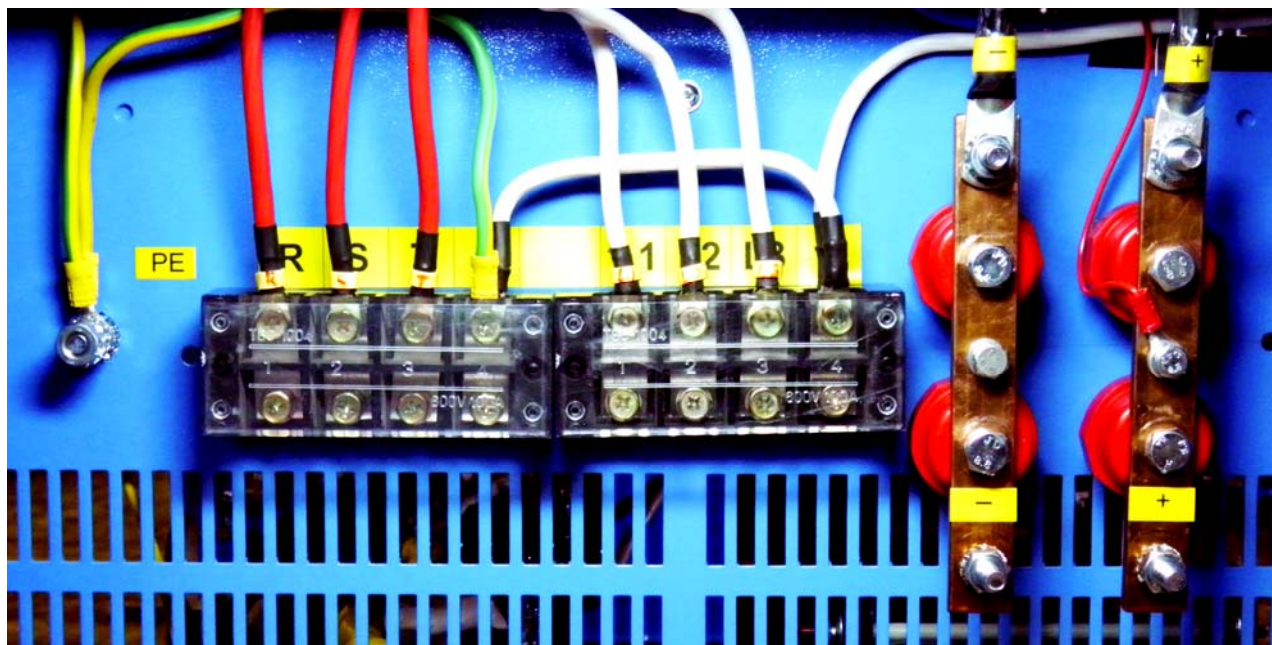

Рис. 3 Расположение клемм шинпроводов в клеммном отсеке инвертора
- 9.4. Подключите внешнее заземление с помощью болтового соединения М8 с надписью «РЕ», расположенного в клеммном отсеке, рис.3. . Конец кабеля заземления должен быть оконцован с помощью кабельного наконечника под винт М8. Включение инвертора а также подача напряжения на сетевой ввод инвертора при отключенном заземлении запрещается. Нарушение данного требования может привести к попаданию напряжения на корпус инвертора, поражению электрическим током обслуживающего персонала а также к отказу инвертора.
- 9.6. Подключить сетевой ввод к клеммам R, S, T, N, рис. 3.
- 9.7. Подключить нагрузку к клеммам L1, L2, L3, N, рис. 3.
Выход «Инвертор ОК» имеет НЗ (НО) гальванически изолированный (сухой) контакт, который может быть использован во внешней автоматике, например, для запуска ДГУ. Выход «Инвертор ОК» меняет свое состояние на противоположное только тогда, когда, Инвертор включен и напряжение, генерируемое инвертором подано на автоматический выключатель «Нагрузка», рис.3. Для того, чтобы напряжение поступало в нагрузку, автоматический выключатель «Нагрузка», рис.3 должен быть включен (рычаг в положении «вверх»). Клеммник для подключения к выходу «Инвертор ОК» расположен справа от автоматического выключателя «Инвертор», рис.4, под серым защитным щитком. Клеммник имеет маркировку выводов 1, 2., рис7. Для подключения к выходу «Инвертор ОК» необходимо снять верхнюю защитную панель, открутив 6 винтов М5.